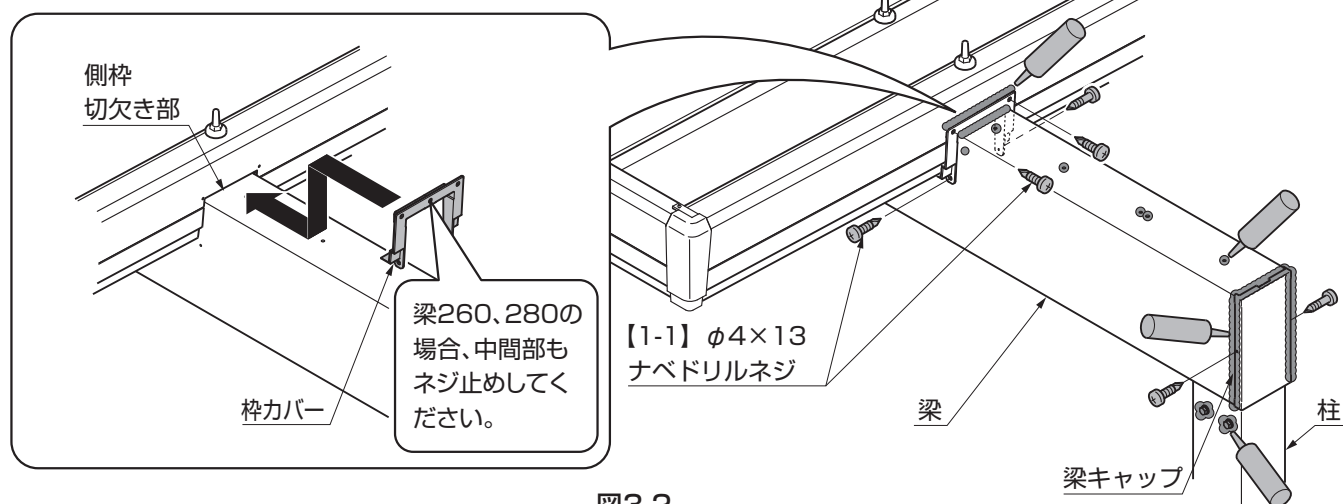
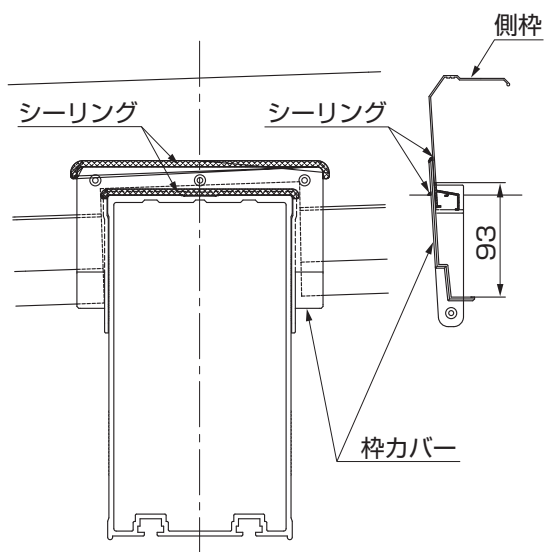

図3-2
図3-3 シーリング
- ①切欠いた側枠を本体に取付けて、本体部を完成させてください。
- ②枠カバーを側枠切欠き部に合わせ、側枠と梁側面に【1-1】で固定してください。
- ③枠カバーにシーリングをしてください。(図3-3参照)
- ④梁はね出し部上部のタイトフレーム取付け穴部分および梁キャップ上面・側面にシーリングをしてください。
- ⑤梁、柱を固定しているボルト回りにシーリングしてください。(図3-2参照)